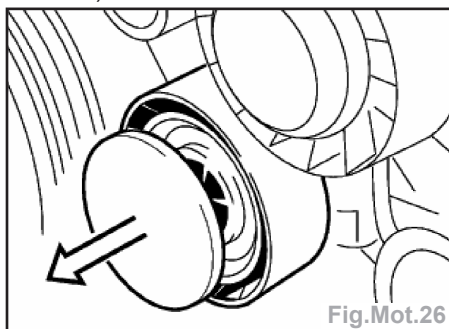

Fig.Mot.26
- Retirer le capuchon du galet tendeur (Fig. Mot.26).